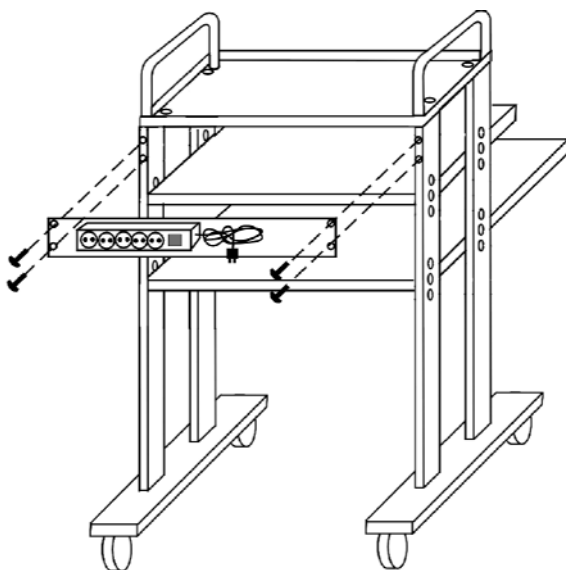

Рис.8.
4.4. Установить заднюю панель и зафиксировать ее винтами, как показано на Рис.8.